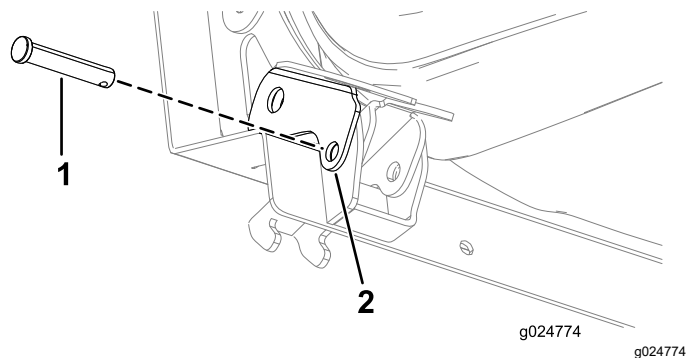

図 23
6. クレビスピンを内側に更に押し込んで座席ラッチの穴に通す図 23。